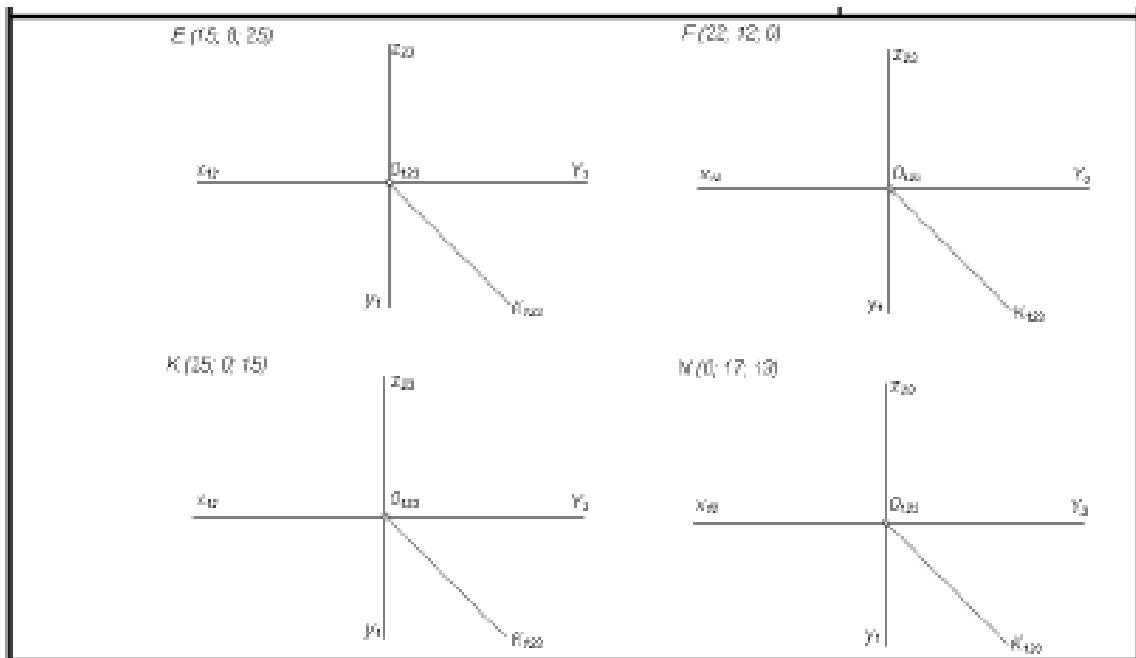

Рис. 1. – завдання № 1а.
1. Після ознайомлення з теорією за даною темою починаємо виконувати завдання у Робочому зошиті під № 1 а - Рис. 1, який надається у окремому файлі, його треба роздрукувати до практичного виконання.